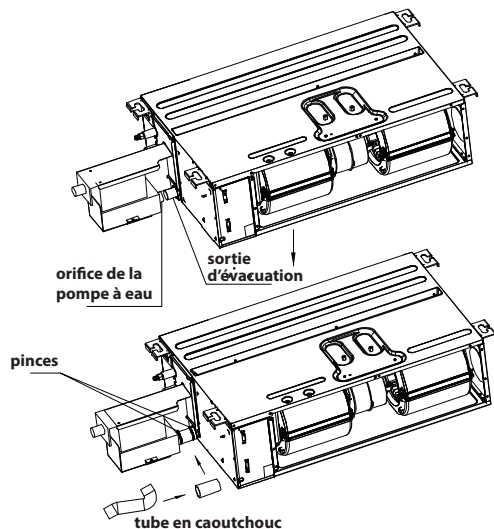

Fig. 30 – Installation de la pompe de relèvement de condensat pour les capacités 9K à 12K
- Branchez la sortie d'évacuation et la pompe de relevage de condensat à l'aide du tuyau en caoutchouc et fixez celui-ci avec des colliers aux deux extrémités (voir la figure 30).